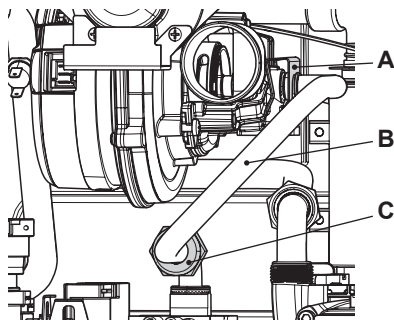

Figura 8.1
- Quite la horquilla A, desenrosque la tuerca loca C y extraiga el tubo del gas B (Figura 8.1).
Atención: para el reensamblaje realice las operaciones efectuadas en orden inverso, asegurándose de no estropear la junta tórica del gas al introducir el tubo en el diafragma aire/gas, y realice la prueba de estanqueidad del gas tras haber apretado la tuerca loca del tubo de gas (Figura 8.1).